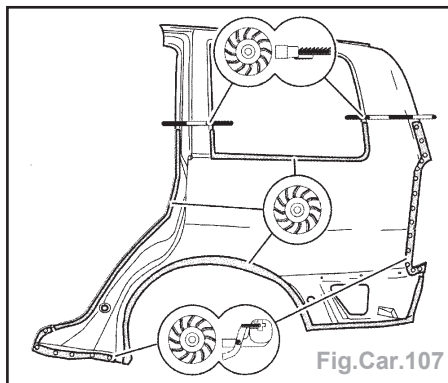

Fig.Car.107
- Faire une coupe avec une scie alternative sur la zone indiquée (Fig.Car.107).